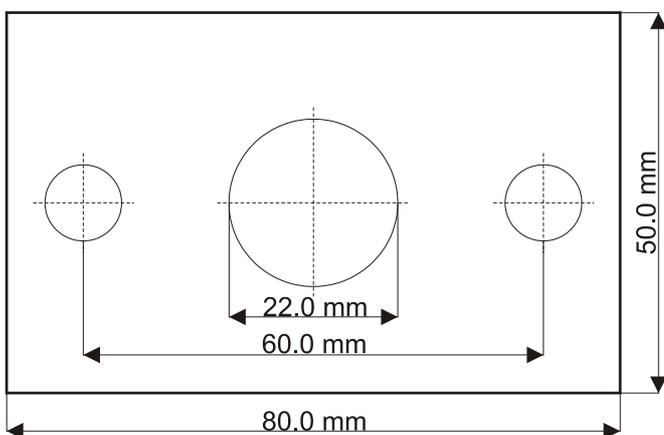

Abb. 1 Bohrschablone für Kanalmontage
1. Bohren Sie mit Hilfe der Schablone (Abb. 1) die Kanaldurchführung und montieren Sie die Kabeldurchführung.